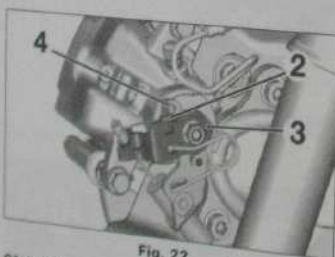

Fig. 22
- Placer la cale (2) entre le levier (3) et la butée (4) puis les immobiliser à l'aide d'un collier plastique (Fig. 22).